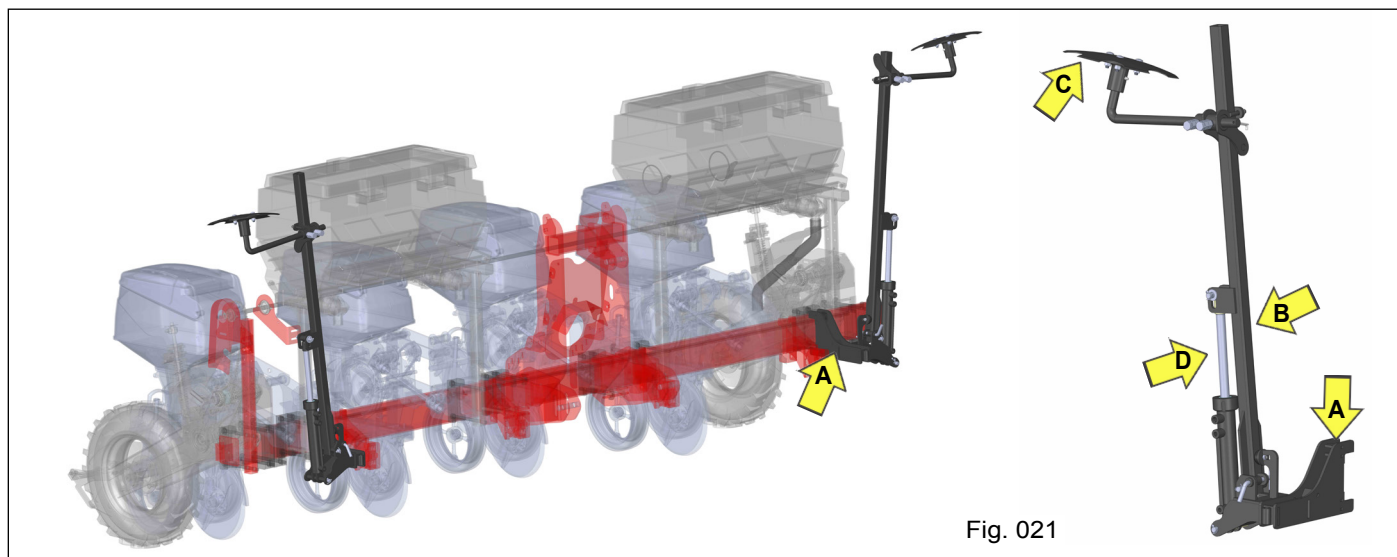

Fig. 021
- a) Fixe nas laterais direita e esquerda do chassi o suporte ("A" Fig. 021);
Antes de efetuar a regulagem do marcador de linhas é importante que conheça o seu funcionamento e dispositivos de regulagem. O marcador de linhas é composto um conjunto de braço direito e esquerdo "A", haste de regulagem "B", conjunto do disco marcador "C" e conjunto do cilindro hidráulico com suplemento da haste "D" (Fig. 021). O acionamento é efetuado através de mangueras hidráulicas acopladas à válvula divisora de fluxo e cilindro hidráulico.
A haste de regulagem “B” permite efetuar regulagens de abertura para atender a marcação da linha de plantio nos diversos espaçamentos. O conjunto do disco marcador “C” possui conjunto de castanhas dentadas que permitem a regulagem do ângulo de ataque do disco de corte para a marcação da linha de referência para o trator trabalhar. (Fig. 021)